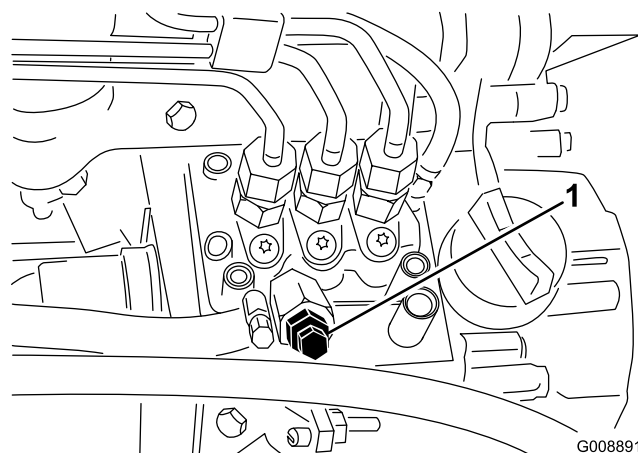

Figura 34
3. Abra el tornillo de purga de aire de la bomba de inyección de combustible (Figura 34).